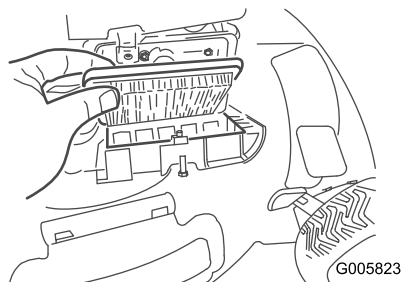

Рисунок 24
2. Замените воздушный фильтр (Рисунок 24).